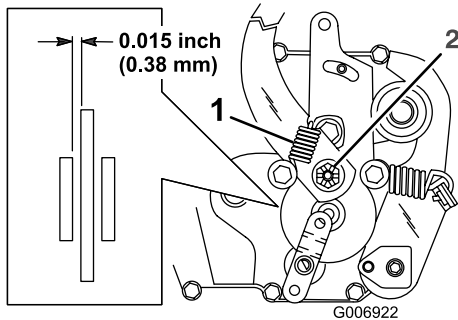

Bild 32
Die Feststellbremse befindet sich an der rechten Seite der Hinterachse im Hinterreifen (Bild 32). Wenn die Feststellbremse den Traktor nicht sicher hält, muss diese eingestellt werden.
2. Entfernen Sie die Feder vom Bremsarm (Bild 32).
3. Entfernen Sie den Splint, mit dem die Bremseinstellmutter befestigt ist und lockern Sie die Mutter (Bild 32).
4. Stecken Sie eine 0,38 mm Fühlerlehre zwischen die Bremsscheibe und die Bremsbacke (Bild 32).